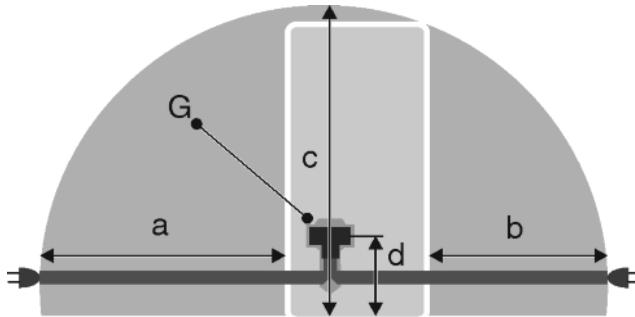

Fig. 31
- Розетка находится вне зоны задней стенки в данной зоне. Fig. 31 (a, b, c)
- Штекер устройства Fig. 31 (G) подсоединить с задней стороны устройства. Следить за правильной фиксацией.